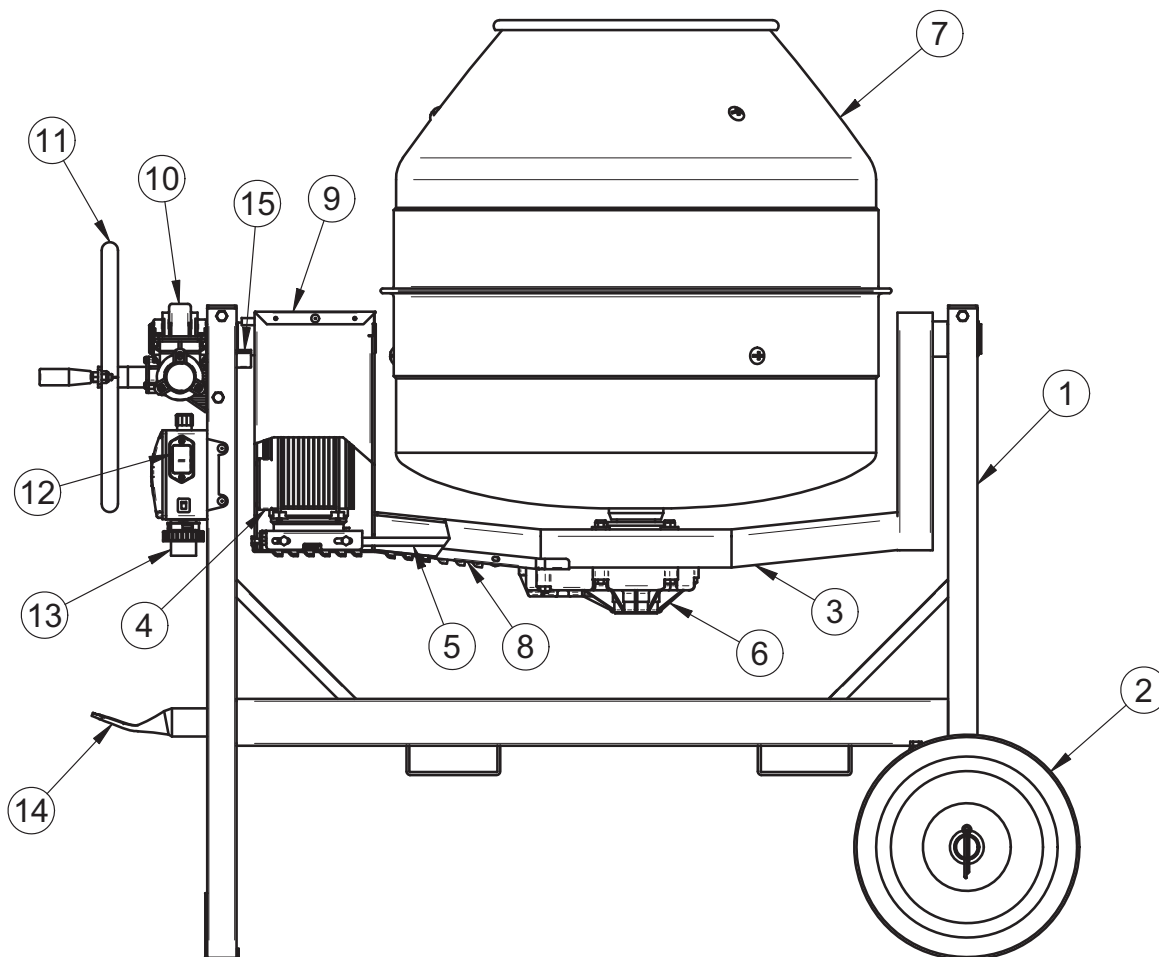

FIG.1
La hormigonera está compuesta por un bastidor (ref.1, fig.1) con dos ruedas rígidas (ref.2, fig.1), el cual sostiene un brazo oscilante (ref.3, fig.1).
Sobre éste último se encuentra montado el reductor (ref.6, fig.1), que viene puesto en movimiento por el motor eléctrico (ref.4, fig.1) mediante una correa poly-V (ref.5, fig.1).
Sobre el árbol de salida cónico del reductor está acoplada la cuba de mezcla (ref.7, fig.1), bloqueada en posición con un tornillo.
El vuelco del tambor se efectúa por medio de la rotación manual del volante (ref.11, fig.1), que actúa sobre el reductor rueda helicoidal-tornillo sinfín (ref.10, fig.1) conectado al brazo.
El encendido y la parada del motor eléctrico se realizan por medio de dos pulsadores específicos presentes en el cuadro eléctrico (ref.12, fig.1).
En el cuadro eléctrico se encuentra el enchufe (ref.13, fig.1) para la conexión a la alimentación eléctrica.
Para el desplazamiento en la obra (con máquina descargada) se debe usar la manija (ref.14, fig.1).
! - Para detener la hormigonera se ha de utilizar exclusivamente el interruptor específico (ref.12, fig.1).
! - Si se quitan las cubiertas de protección para efectuar las reparaciones, al final del trabajo es imprescindible volver a montarlas (rif.8 y 9 fig.1)
Para evitar que el cable de alimentación del motor eléctrico se retuerza y se dañe, está montado un tope (rif.15, fig.1) que impide la rotación completa del tambor mezclador.
En la hormigonera IMER los puntos peligrosos están protegidos con dispositivos de seguridad específicos, que deben mantenerse en condiciones perfectas y estar siempre montados; por ejemplo, la cubierta de la correa de transmisión (rif.8, fig.1).
! - El vuelco de la cuba de mezcla tiene un tope de parada (ref.15, fig.1) para impedir la rotación completa y, por lo tanto, evitar que se dañe el cable eléctrico de conexión al motor. No acercarse partes del cuerpo a dicha zona durante la inclinación.